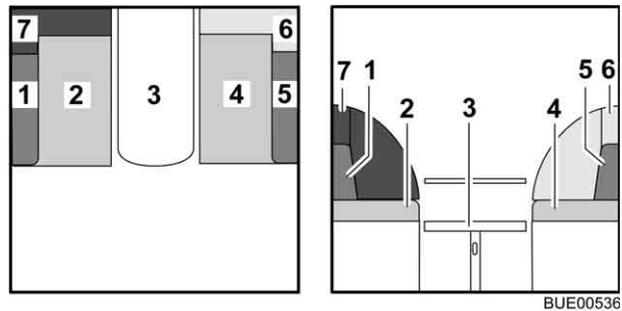

Bild 65 Während des Umbaus
- Die Rückenpolster (Bild 65,1, 5, 6 und 7) abnehmen und beiseite legen.